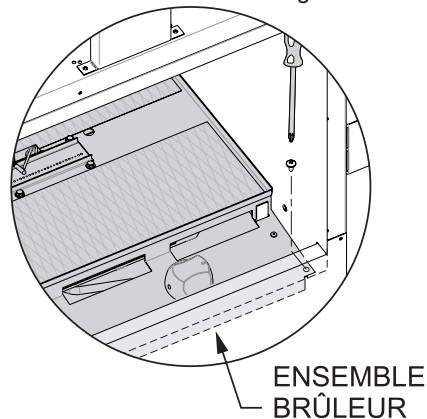

Figure 18
9. Retirer les deux vis des coins avant du panneau de contrôle avec un tournevis cruciforme. Voir figure 18.